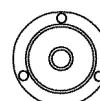

FIGURA 3-13
5. Repita a etapa 4 até que todas as rodas estejam afastadas do solo e o guindaste esteja nivelado conforme indicado pelo nível de bolha (Figura 3-13). Se houver suspeita de que o indicador de nível de bolhas esteja desajustado, verifique e ajuste o nível de bolhas conforme os procedimentos de *Ajuste do nível de bolhas*, página 3-16.